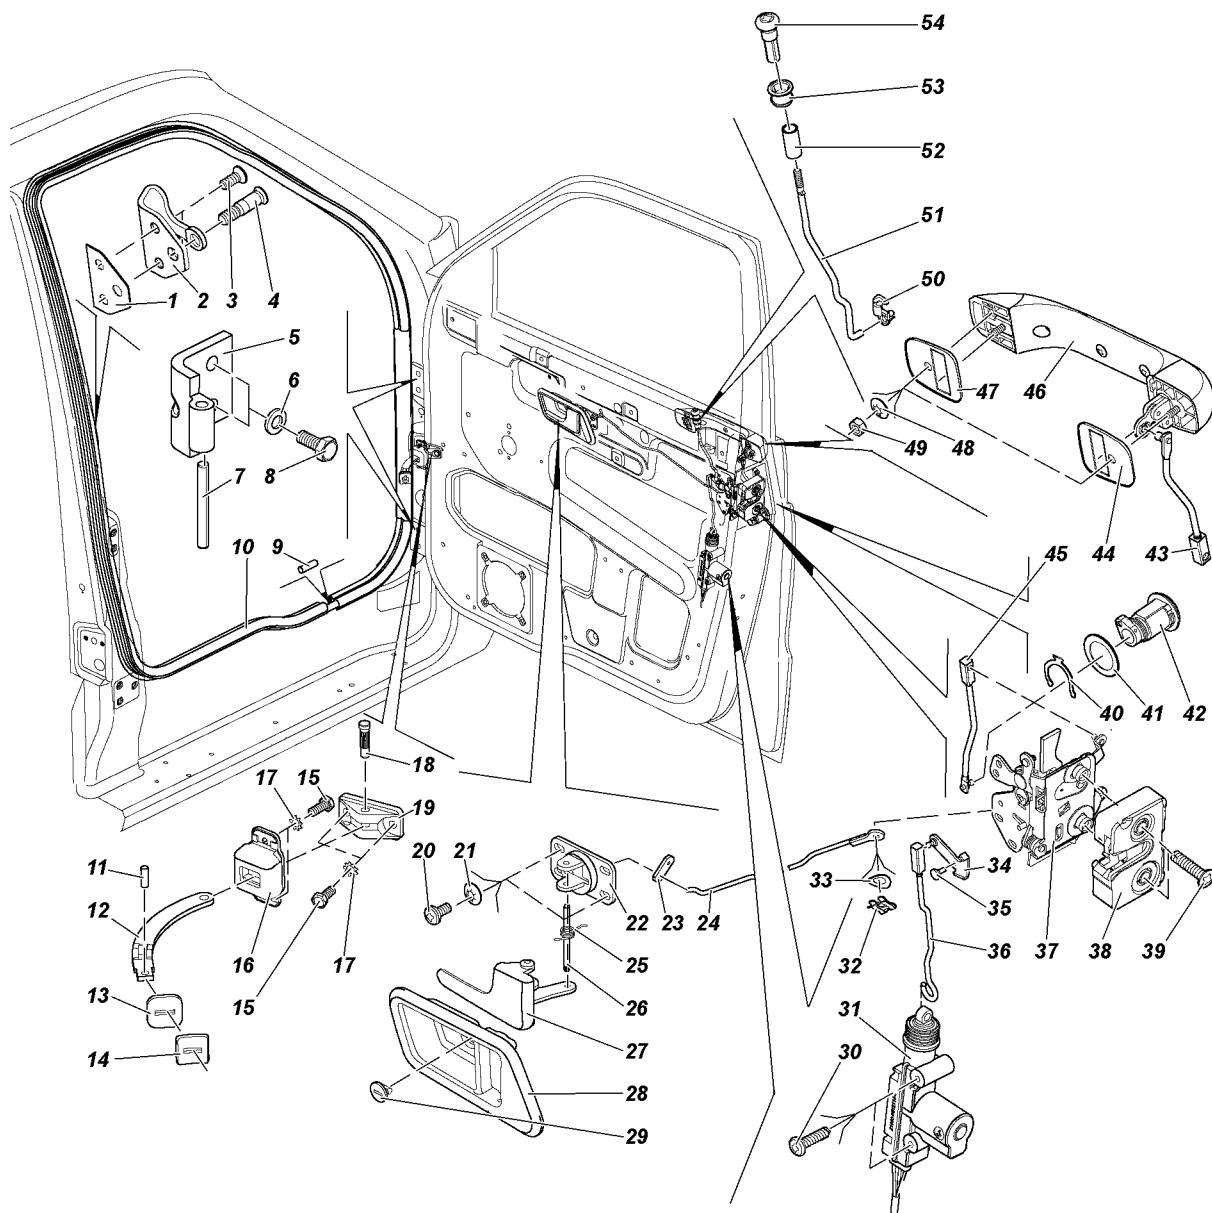

Рис. 15.27. Навеска передней двери, замок, ручки:
2. Отверните фиксатор 29 (рис. 15.27) крепления облицовки 28 ручки открывания двери и снимите облицовку, потянув ее за левый край с небольшим усилием, для освобождения из зацепления с кронштейном 22.
2. При необходимости выньте направляющую 53 (см. рис. 15.27) кнопки 54 из обивки двери.
2. Выберите палец 18 (см. рис. 15.27).